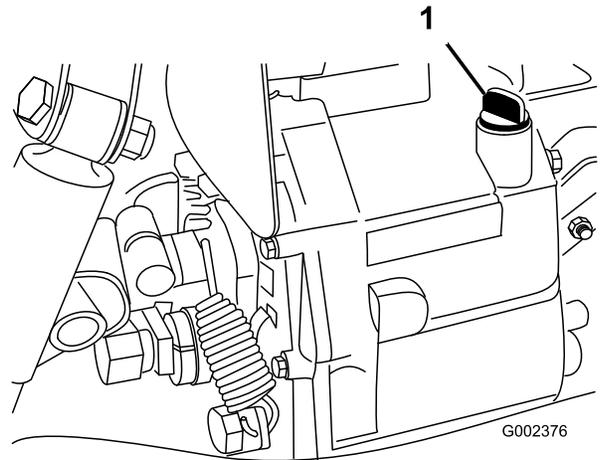

Bild 19
- Reinigen Sie den Bereich um den Peilstab (Bild 19).